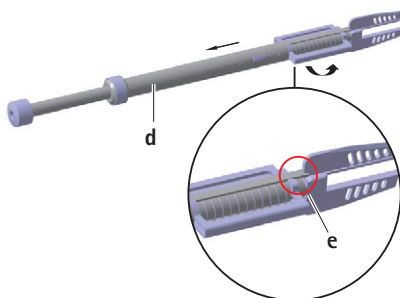

Fig. 3
- Colocar la pista de guiado **e** de la jaula **d** en el puente del cincel, ver Fig. 3.